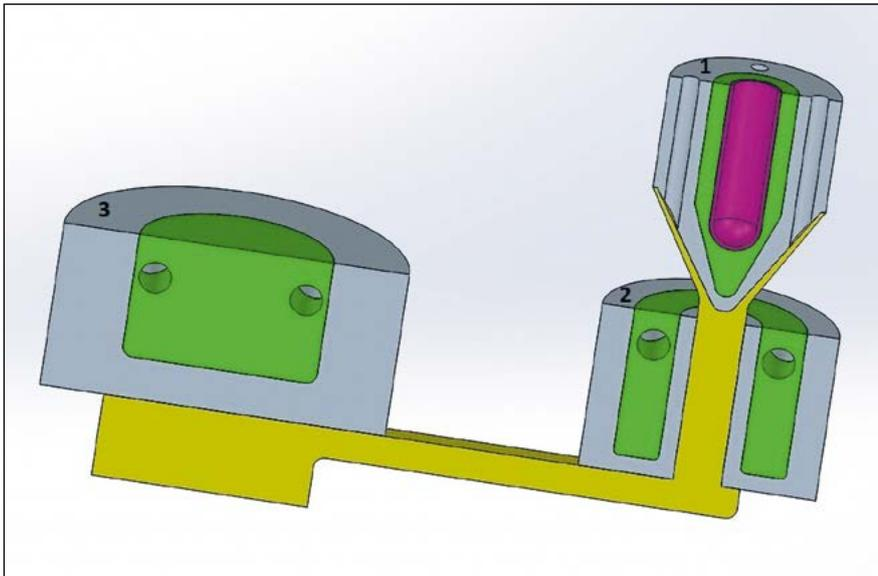
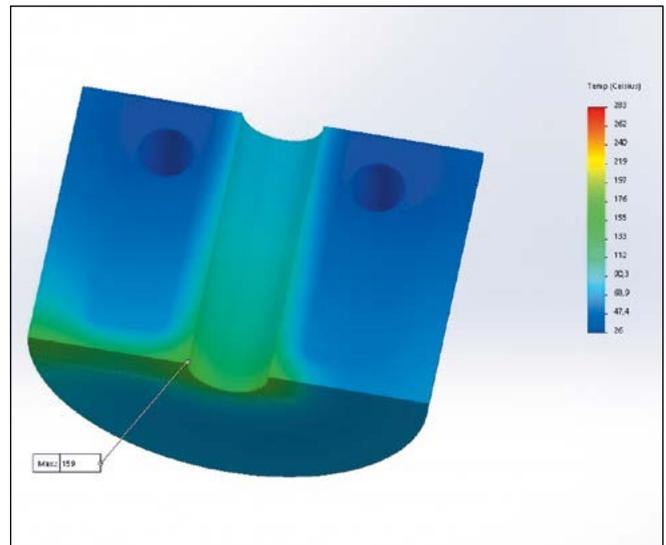
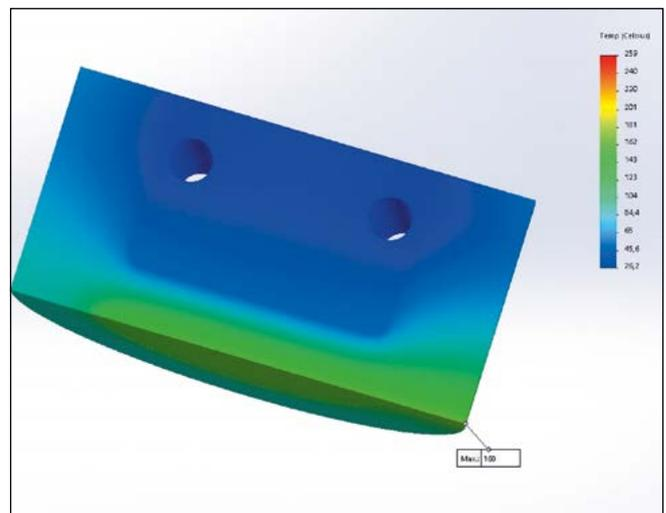

Bild 1: Gießsystem eines Dreiplattenwerkzeuges mit Angusseinsätzen in Mecobond®-Bauweise
Bild 5: Angussring (2) mit Mecobond®-Kühlung
Bild 7: Angussplatte (3) mit Mecobond®-Kühlung
Beim dreigliedrigen Angussystem (Bild 1) ist der Angusskegel (1) kühltechnisch
Der konturfolgende Wärmeentzug erfolgt durch ein Kupferinsert, welches diffusiv mit dem Stahl verbunden ist, wie aus der Schnittdarstellung in Bild 1 ersichtlich. Im Inneren des Kupferinserts befindet sich ein Edelstahl-Liner, der ebenfalls diffusiv mit dem Kupfer verbunden ist. Innerhalb der Edelstahlhülse läuft die Wasser-Steigküh-
Das Kühlungsoptimum kann durch eine den gesamten Erstarrungsbereich umschließende konturnahe und großflächige Innenkühlung erreicht werden, wie dies bautechnisch in **Bild 1** für Formeinsatz 2 dargestellt ist. **Bild 5** zeigt das Ergebnis in der wärmetechnischen Simulationsberechnung. Der exakt konturfolgende Verlauf der inneren Kühlfläche sowie das sehr hohe
Anzustreben ist eine Kavitäts-Oberflächentemperatur zwischen 120 und 160 °C unter der Maßgabe einer Minimalmengensprühung. Dieses Ziel kann durch eine den stirnseitigen Erstarrungsbereich umschließende konturnahe und großflächige Innenkühlung erreicht werden, wie dies in **Bild 1** für Formeinsatz 3 dargestellt ist. Das Simulationsergebnis in **Bild 7** zeigt die große Verbesserung. Es wird mit dieser Mecobond®-Bauweise der kürzest mögliche Gießzyklus erreicht. Die Gefahr einer Wasserleckage durch Haarrisse ist auch hier durch die Verbundbauweise gebannt.